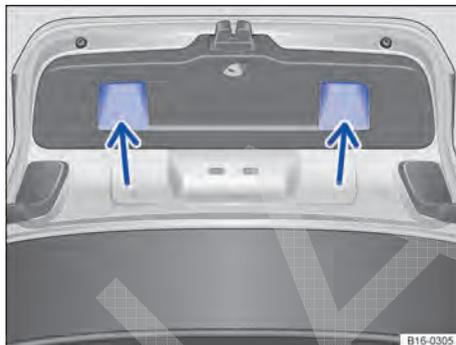

Fig. 43 Tampa do compartimento de bagagem aberta: rebaiços para puxar.
- Segurar um dos rebaiços do revestimento interno da tampa do compartimento de bagagem → Fig. 43 (setas).